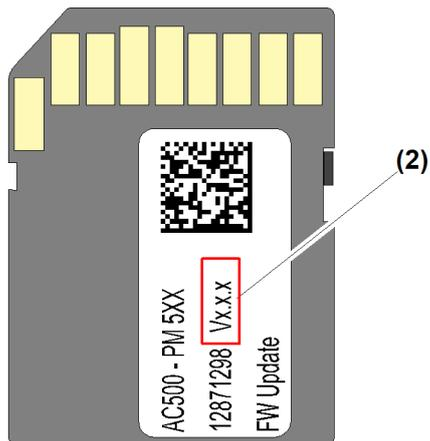

Fig. 12: SD-Karte zur Firmware-Aktualisierung
- ▶ Firmware-Version **(2)** auf der SD-Karte zur Firmware-Aktualisierung prüfen. (siehe: Fig. 12, Seite 24)